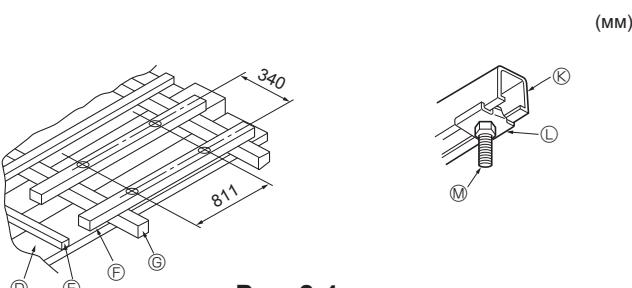

Рис. 2-4
- ① Деревянные конструкции (Рис. 2-4)